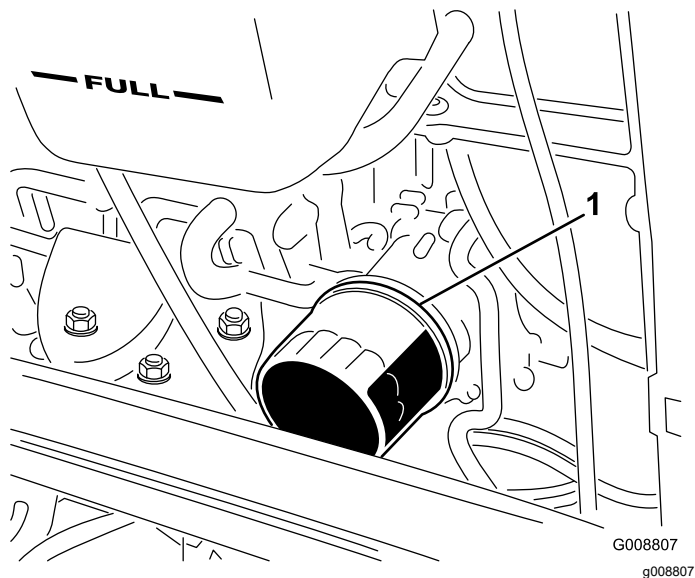

Figure 80
4. Déposez le filtre à huile (Figure 80).